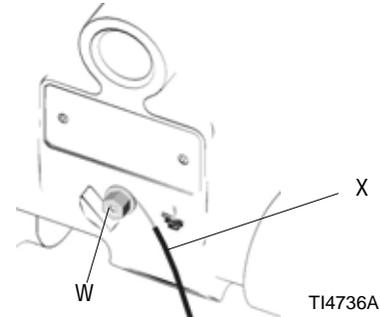

ABB. 1: Anschluss des Erdungskabels
- *Pumpe:* Ein Erdungskabel und eine Klemme anschließen gemäß ABB. 1. Die Erdungsschraube (W) lösen. Ein Ende des Erdungskabels (X) mit einem Mindestdurchmesser von 1,5 mm² (Kabelstärke 12) oder mehr hinter der Erdungsschraube einführen und die Schraube fest anziehen. Die Masseklemme mit einem echten Massepunkt verbinden.